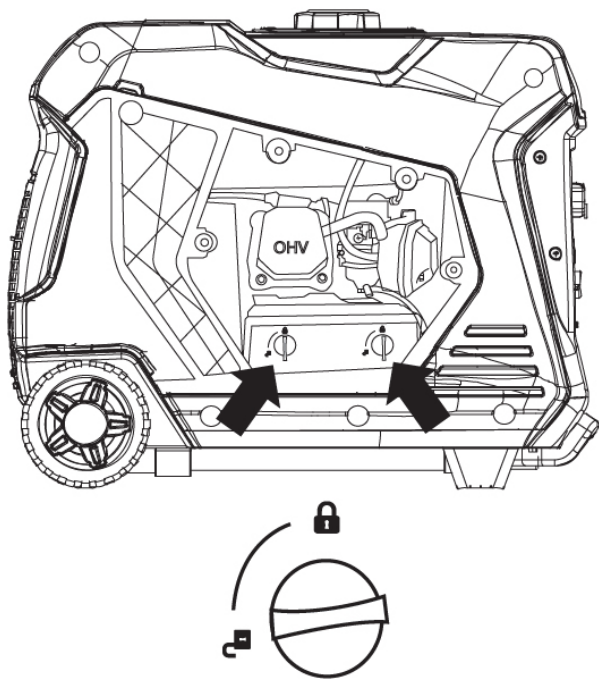

Figure 12 : Déverrouiller le couvercle du filtre à air
3. Tournez les 2 boutons du filtre à air pour déverrouiller le couvercle. Basculez le couvercle vers le bas pour accéder à l'élément en mousse (voir Figure 12).